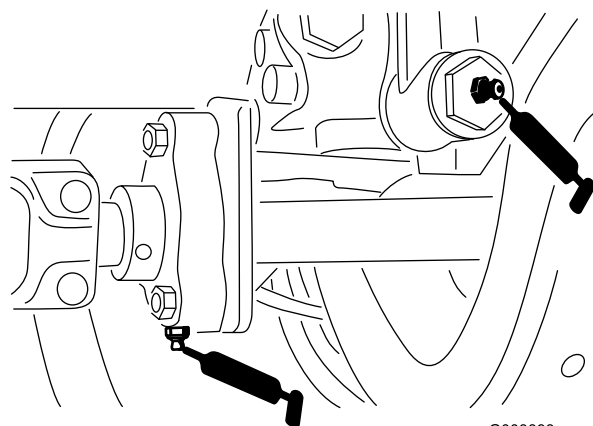

Figura 46
- 1 bocal na ligação de controlo da tracção na transmissão (Figura 46)
- 1 bocal no suporte do veio propulsor (Figura 46)
- 3 bocais no veio propulsor do eixo traseiro (Figura 46)